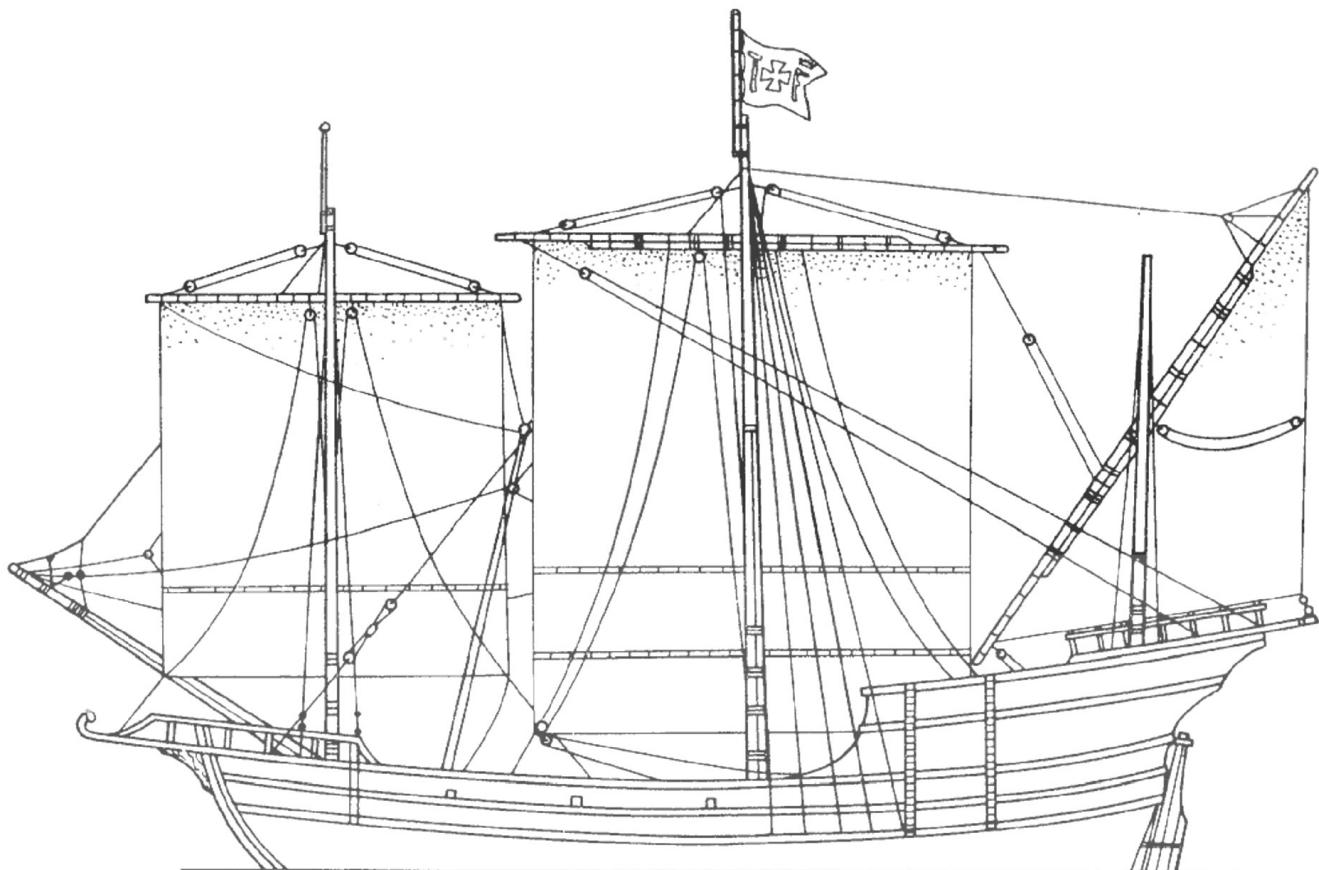

Рис. 6.10. Каравелла «Пинта»
**«Пинта».** Корабль экспедиции Христофора Колумба. Длина его составляла 20,1 м; ширина — 7,3 м; осадка — около 2 м; водоизмещение — 150 т; команда — 65 чел. Имелись три мачты, две — с прямыми парусами, одна — с косым (рис. 6.10).